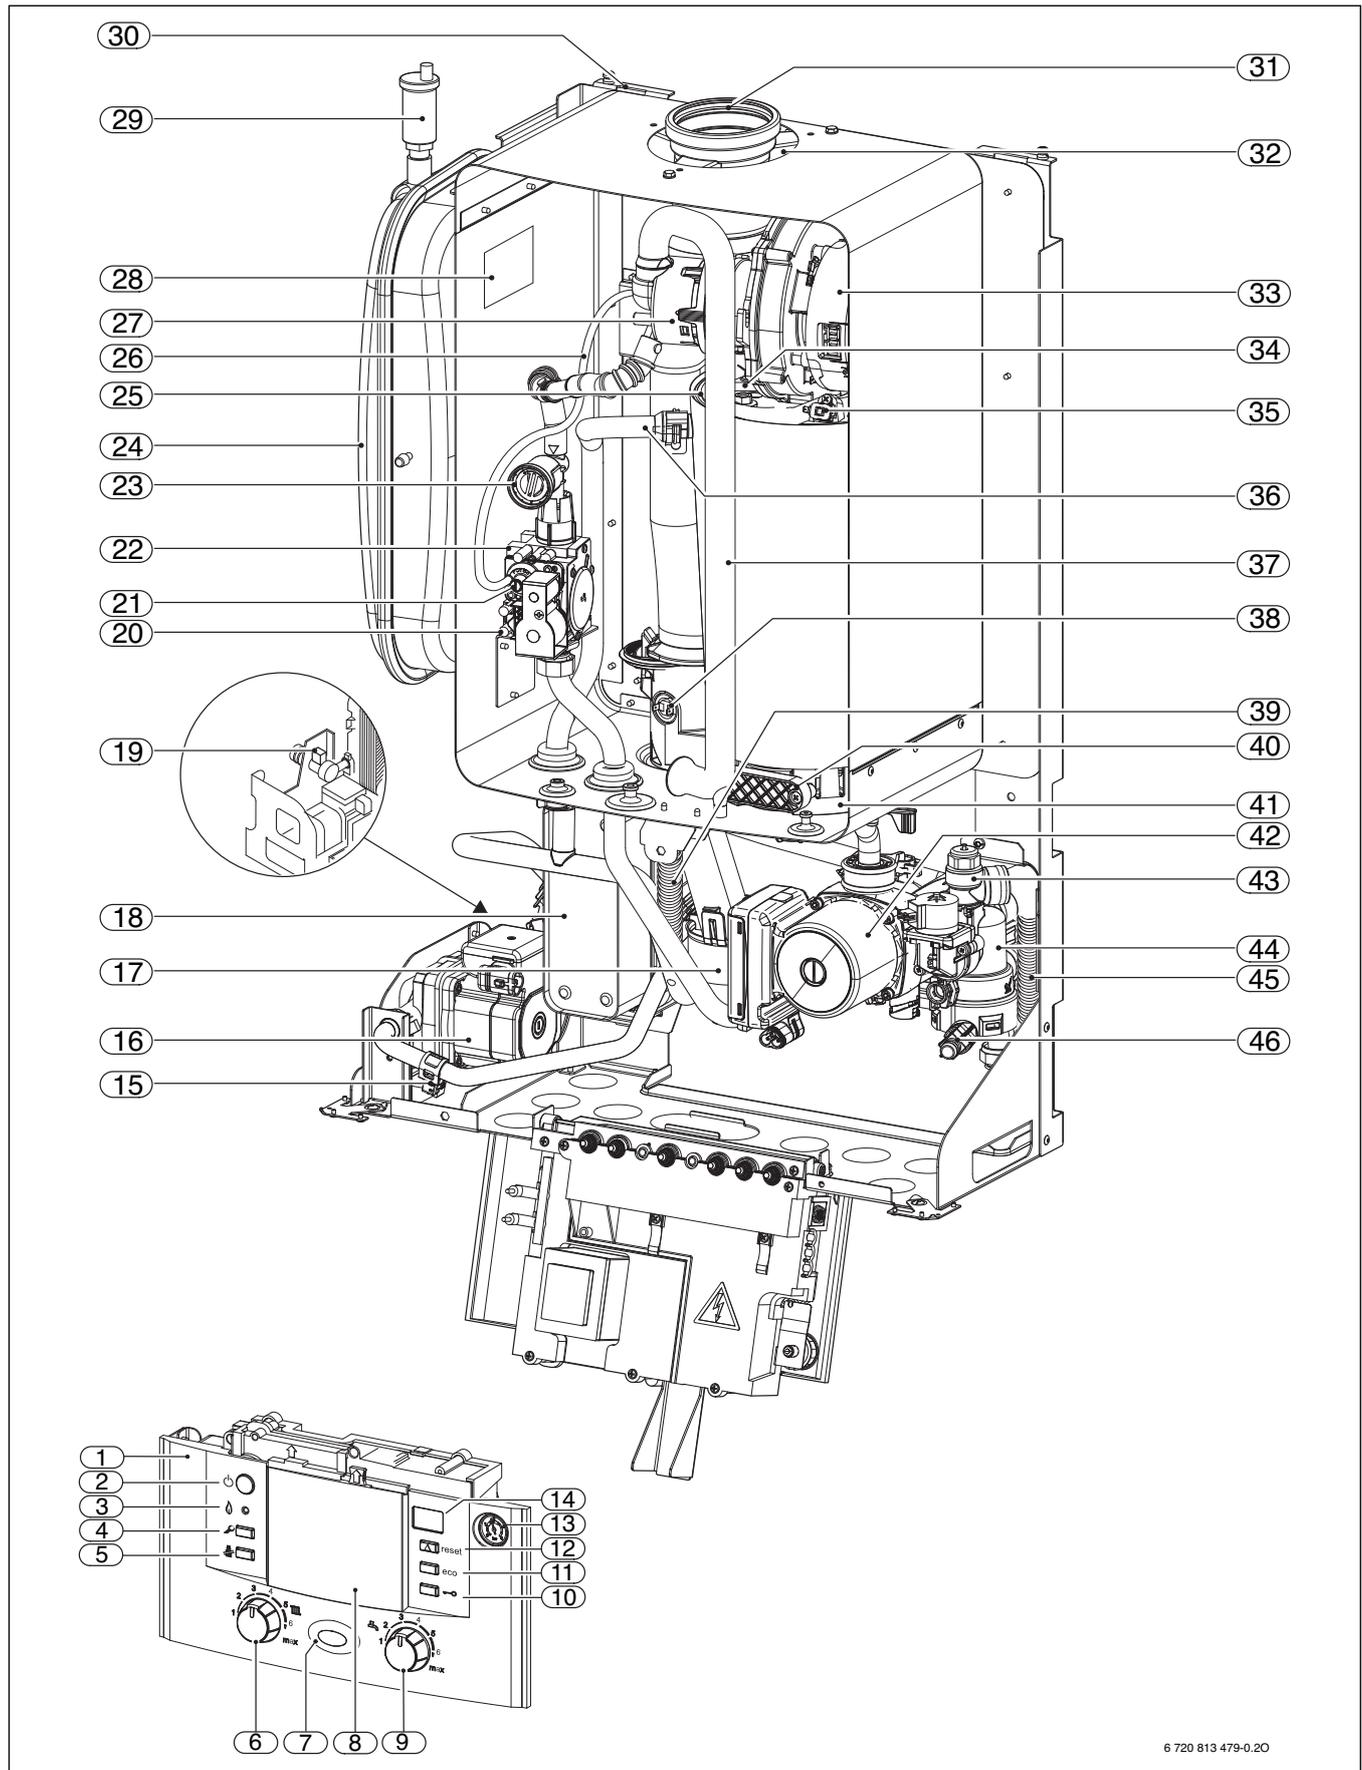

Fig. 3 Chaudière murale à gaz à condensation
La plaque signalétique (28) se trouve à l'intérieur, à gauche, dans le caisson étanche (→ figure 3, page 8).
Légende de la figure 3: